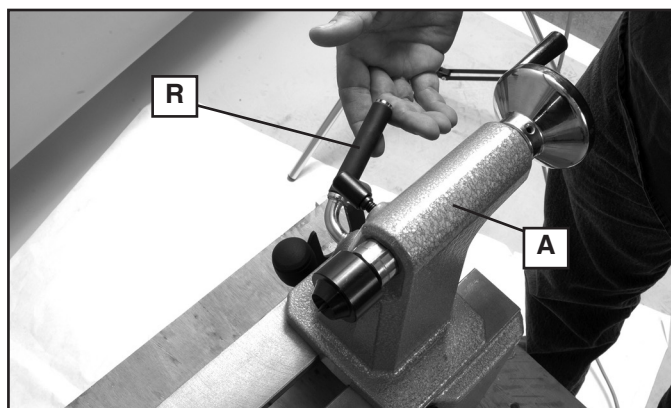
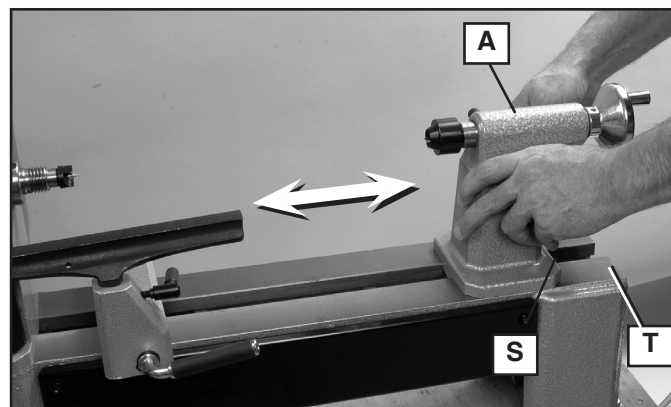

Fig. 10
Fig. 11
Pour régler la position de la poupée mobile (A), abaisser le levier de blocage (R) pour le relever. Coulisser la poupée mobile (A) le long de la semelle (fig. 11), à la position voulue. Serrer le levier de blocage (R), fig. 10, en le desserrant en position.
**⚠ AVERTISSEMENT :** Pour réduire le risque de blessures, ne pas positionner le rebord externe (S) de la poupée mobile, fig. 11, au-delà du bord de la semelle (T) du tour.
Pour dégager la poupée mobile (A), fig. 10, dégager le levier de blocage (R) de celle-ci et coulisser la poupée mobile hors de la semelle du tour.